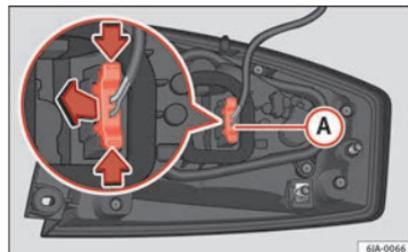

Fig. 99 Connettore del faretto nella parte posteriore del faretto di coda.
- Scollegare il connettore **A** »» **fig. 99** del faretto azionando le leve laterali dello stesso (freccie) e tirando il connettore verso l'esterno.